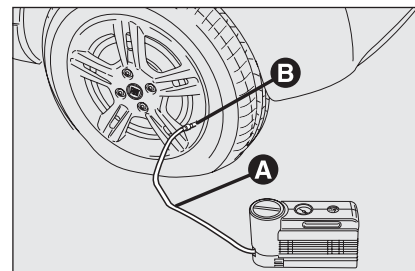

fig. 9
- Serrer le frein à main.** Dévisser le capuchon de la valve du pneu, enlever le tuyau flexible de remplissage **A**-fig. 9 et visser la bague **B** sur la valve du pneu;